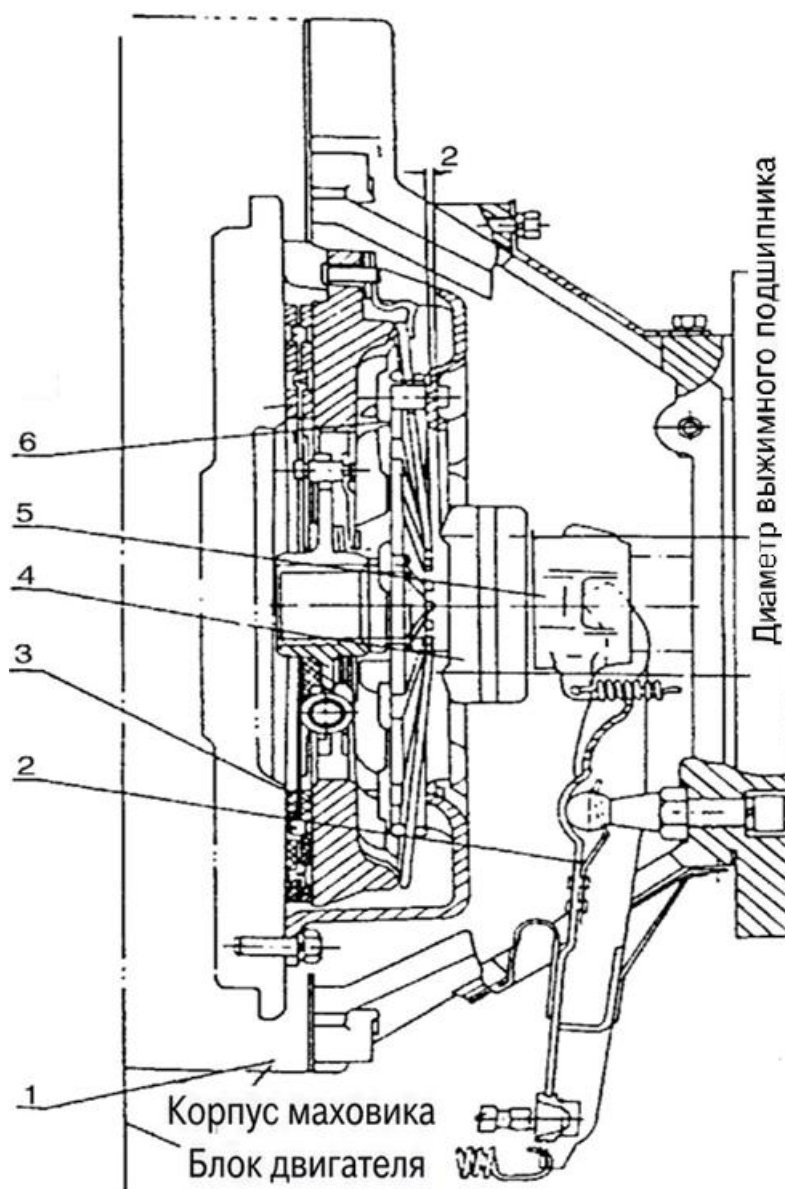

Рис. 2-2
4.2 Механическое сцепление (модели СРС) (рис. 2-2)